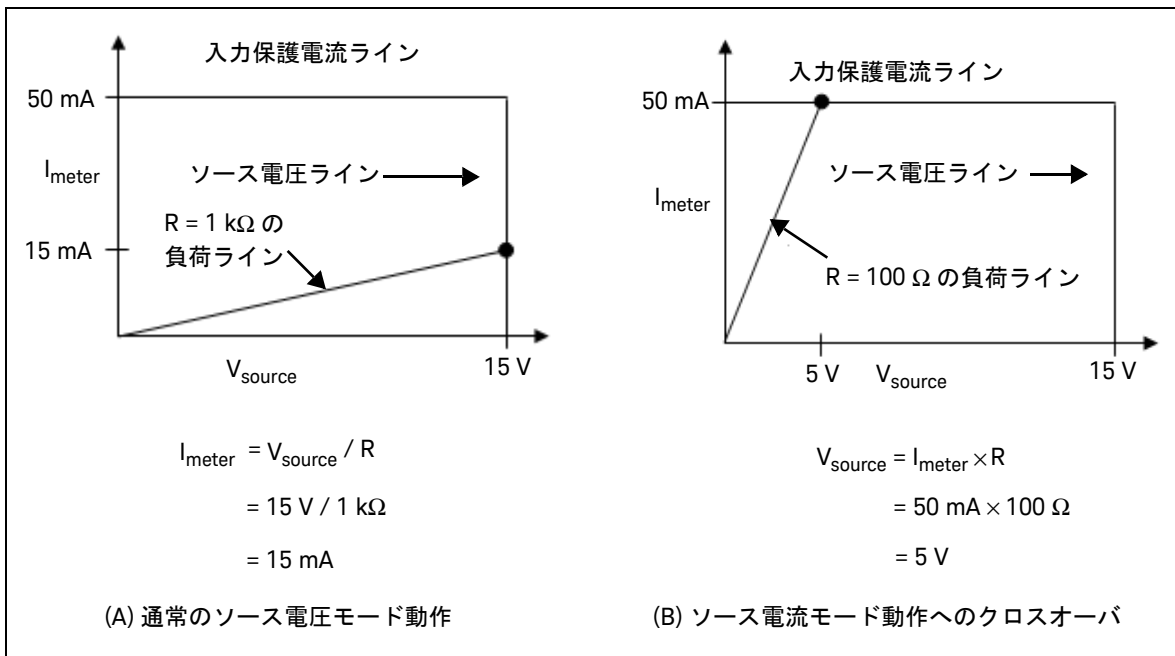

図 2-6 ソース電圧動作
図 2-6 は、異なる抵抗負荷（1 k Ω と 100 Ω ）に対する動作を示します。これらの例では、U2722A/U2723A のソース電圧は 15 V、入力保護電流は 50 mA です。
図 2-6 (A) では、U2722A/U2723A のソース電圧は 15 V、負荷は 1 k Ω で、電流測定値は 15 mA です。DUT の負荷ラインがソース電圧ラインと交差している間は、ソース電圧モードであり、電圧は 15 V に維持されます。しかし図 2-6 (B) では、負荷の抵抗が 100 Ω まで減少した場合は、負荷ラインが入力保護電流ラインと交差しています。この場合は、U2722A/U2723A はソース電流モードに移行します。入力保護電流設定が 50 mA に設定されていて、U2722A/U2723A は境界の外では動作できないので、電圧が 5 V に変更されます。